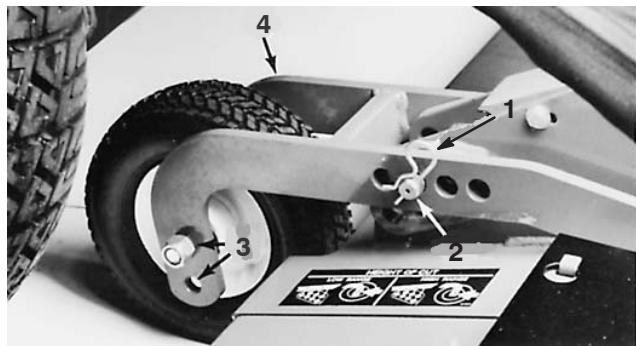

Figure 13
3. Sur le plateau de coupe avant, enlevez la goupille fendue et les axes de chape des bras pivotants arrière (Fig. 13). Alignez les trous des bras pivotants avec ceux du support de hauteur de coupe sélectionné dans les bâts des plateaux de coupe. Insérez les axes de chape et installez les goupilles fendues (Fig. 13).